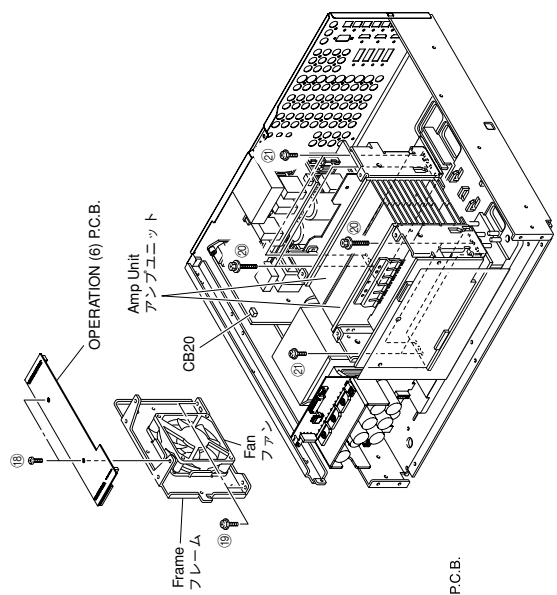

Fig. 6
7. Removal of OPERATION (6) P.C.B.
- Remove 2 screws (19). (Fig. 6)
- Remove the OPERATION (6) P.C.B. which is connected directly to the lower P.C.B. with connectors. (Fig. 6)
- Remove CB20. (Fig. 6)
- Remove the Fan together with the frame by lifting them up. (Fig. 6)
- Remove 4 screws (21) and 4 screws (21). (Fig. 6)
- Remove the Amp Unit. (Fig. 6)
7. OPERATION (6) P.C.B.の外し方
- 19のネジ2本を外します。(Fig. 6)
- OPERATION (6) P.C.B.を取り外します。(Fig. 6)
- CB20を外します。(Fig. 6)
- ファンをフレームとといっしょに上方に取り外します。(Fig. 6)
- 21のネジ4本、21のネジ4本を外します。(Fig. 6)
- アンプユニットを取り外します。(Fig. 6)